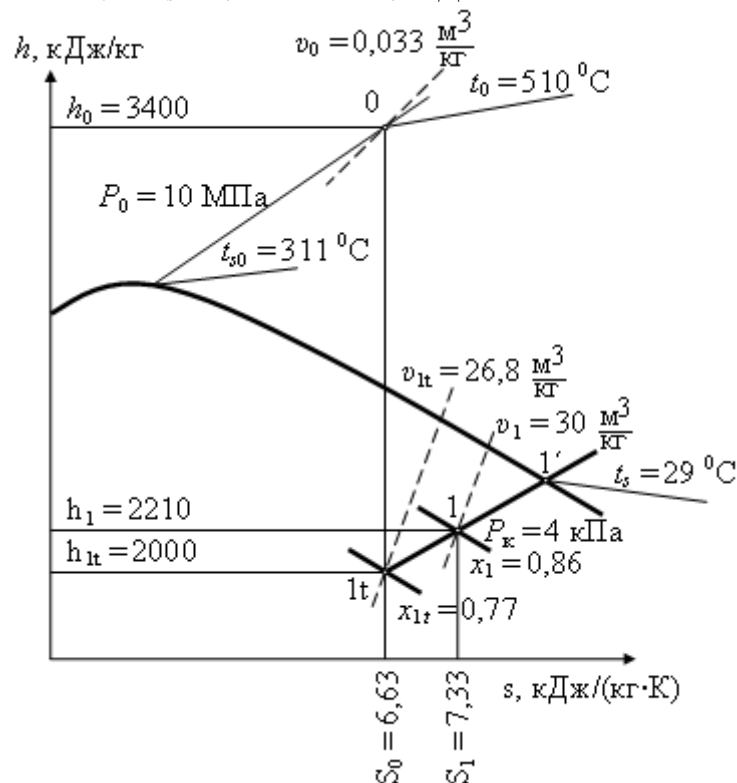

Рис. 4.1. Определение параметров состояния пара по h , s - диаграмме
1. По известным p_0 и t_0 по h , s -диаграмме или по таблицам термодинамических свойств воды и водяного пара находятся параметры состояния пара в начальной точке 0 (рис. 4.1): $h_0 = 3400 \text{ кДж/кг}$, $v_0 = 0,033 \text{ м}^3/\text{кг}$, $s_0 = 6,63 \text{ кДж/(кг}\cdot\text{К)}$, $t_{s0} = 311 \text{ }^\circ\text{C}$. (Таблицы термодинамических свойств воды и водяного пара ih , s -диаграмму в электронном виде выдает преподаватель).